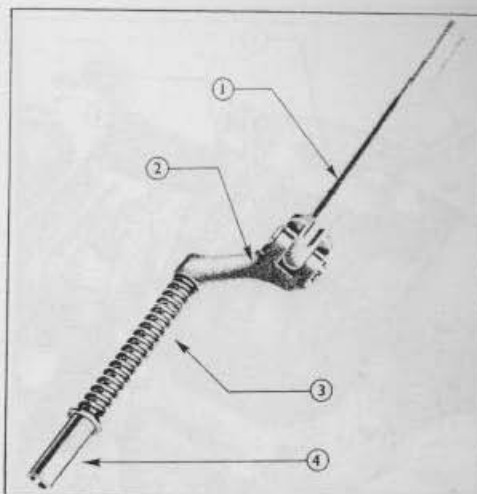

Fig. 33
5. Assembler la tige de ressort de commande principale sur la biellette de Qualitrol, la mortaise de la tige orientée en sens inverse de la fourchette de la biellette, et immobiliser au moyen d'un axe de chape et d'une goupille fendue. Poser sur la biellette de Qualitrol le ressort de Qualitrol et le coussinet, la bride du coussinet adjacente au ressort (fig.33).